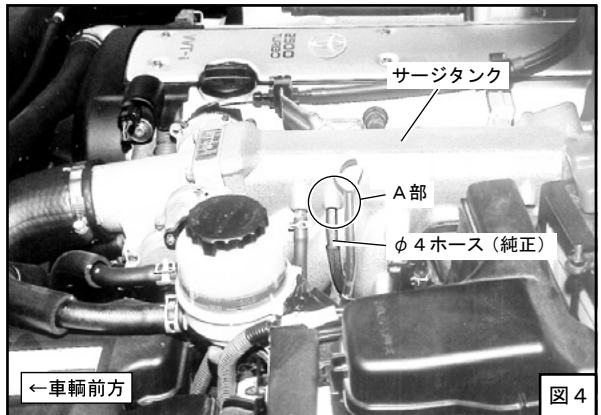

図4
(4) 図4のサージタンクA部から、ホースφ4を取外してください。(図4)
(5) キット内のホースφ4を、4cmほどに切り、図4のサージタンクA部に取付けてください。(図5)